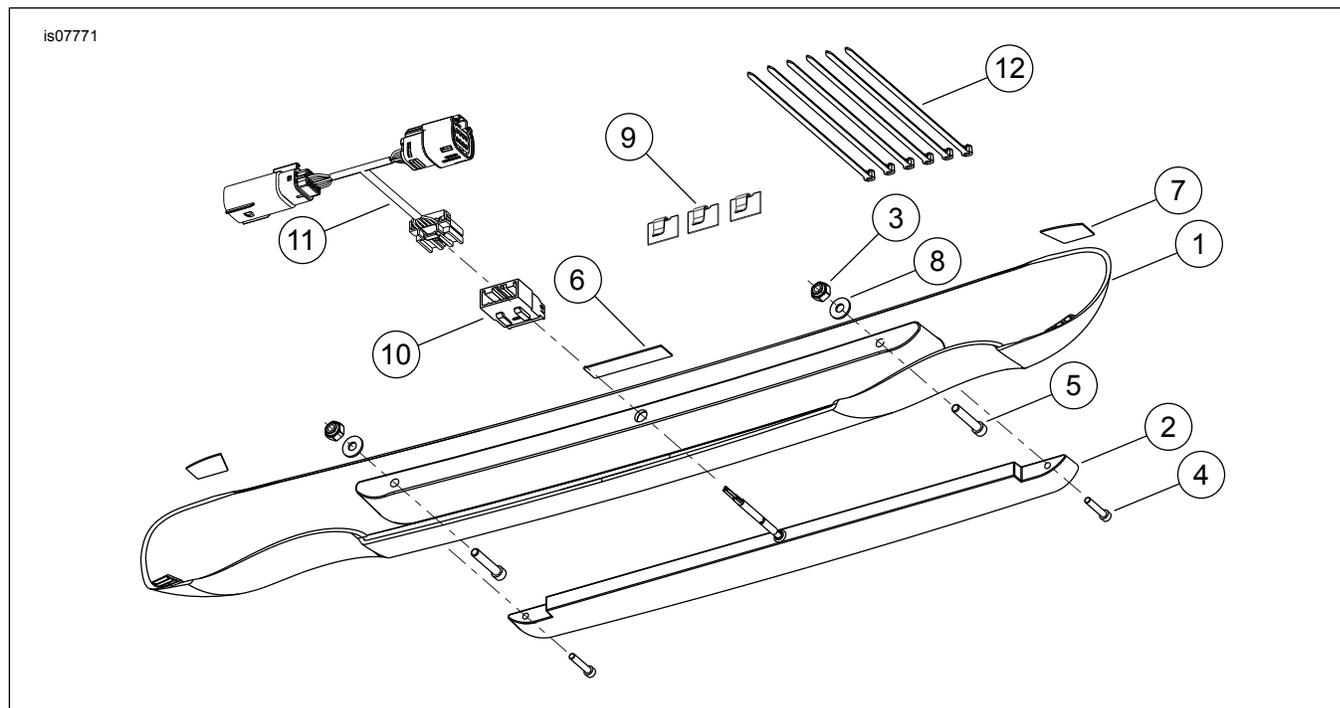

Figure 4. Pièces de rechange : Panneau avec feu TRIGLIDE
Consultez Figure 4 et Tableau 1 .
1. Consultez Figure 1 et Figure 4 . Installer le panneau chromé contre la jupe du silencieux (1).
7. Consultez Figure 4 . Boulonner le panneau en place à l'aide de la vis à tête creuse (3) et l'écrou (3). Serrer.
10. Consultez Figure 4 . Insérer les broches terminales dans le connecteur (10) selon l'illustration ci-dessous :